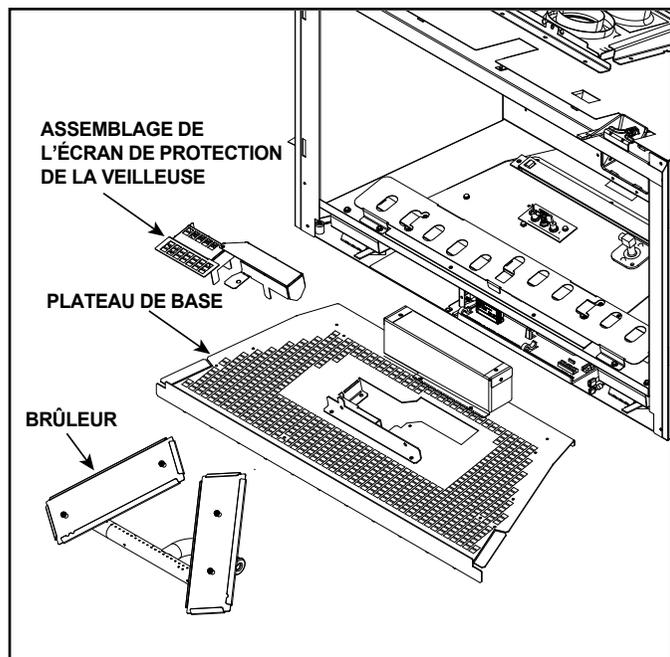

Figure 6.5 Retrait de l'ensemble de protection de la veilleuse, du module du brûleur et de l'ensemble du plateau de base
1. Retirez la façade décorative, l'ensemble vitré, les bûches, le support en verre, l'ensemble de protection de la veilleuse, le module du brûleur, l'ensemble bac de base et l'ensemble plaque de soupape. Voir la figure 6.5.
Pour accéder aux ensembles pilote et brûleur, il est nécessaire de retirer l'ensemble bouclier pilote, le module du brûleur et l'ensemble plateau de base. Voir la figure 6.5.